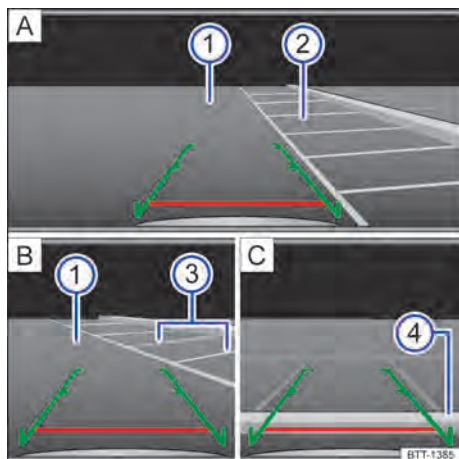

Fig. 100 Visualización de la pantalla del sistema de radio: estacionar con la cámara de marcha atrás.
- Posicionar el vehículo delante del hueco de aparcamiento → fig. 100 ② **A**.
- Conducir hacia atrás lentamente y maniobrar de modo que las guías verdes laterales conduzcan entre las líneas de delimitación del hueco de aparcamiento seleccionado ② **A**.
- Alinear el vehículo en el hueco de aparcamiento seleccionado de modo que las guías verdes laterales queden sobre las líneas de límite lateral ③ **B**.
- Detener el vehículo cuando la línea roja alcance el límite trasero ④ **C**.